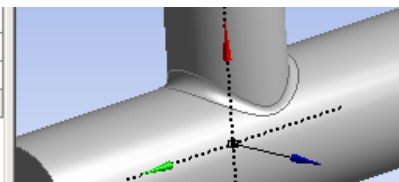

Рис. 9 – Выполнение скругления
**Шаг 5.** Далее выполняется скругление по границе соединения двух цилиндров с помощью операции *Blend*  **Fixed Radius** на панели быстрого доступа. В меню свойств операции указывается радиус скругления 5мм и граница соединения (рис. 9).